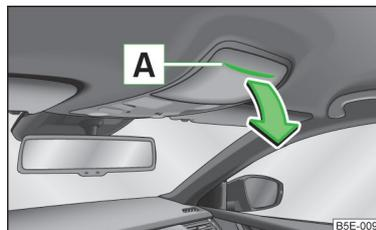

Abb. 71
- Auf den Deckel des Brillenfachs im Bereich **A** » Abb. 71 drücken, das Fach klappt in Pfeilrichtung.